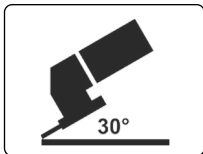
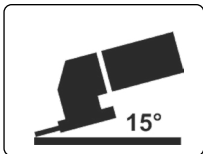

Figura 3
Figura 4
- d) No permita que el disco se sacuda en la parte durante la operación. En las operaciones de desbaste, el disco debe mantenerse en un ángulo medio de 30° con la pieza de trabajo (Figura 3). Para terminar, posicione el disco en un ángulo de 15° (Figura 4).